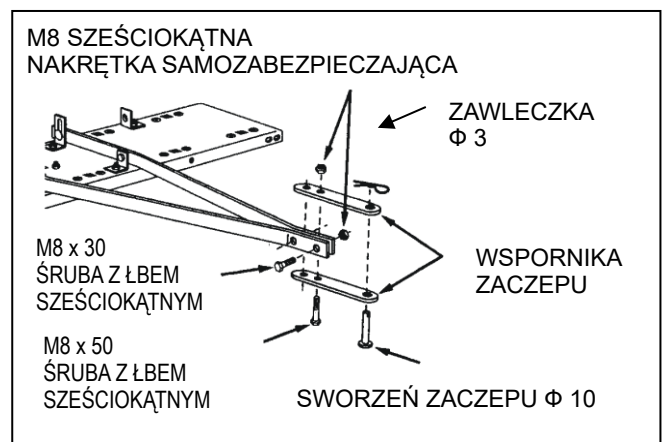

RYS. 3
5. Przymocuj ramiona zaczepów do zewnętrznej strony wsporników kątowych w przedniej części osłony szpikulców. Użyj dwóch śrub z łbem sześciokątnym M8 x 20 i sześciokątnych nakrętek samozabezpieczających M8. Dokręć nakrętki, a następnie lekko poluzuj. Patrz rys. 3.
6. Przymocuj ramiona zaczepów do zewnętrznej strony wsporników montażowych ramienia zaczepu w tylnej części osłony szpikulców. Użyj dwóch śrub zamkowych M8 x 25, podkładek zabezpieczających $\varnothing 8$ i nakrętek sześciokątnych M8. Na tym etapie nie dokręcaj śrub. Patrz rys. 3.